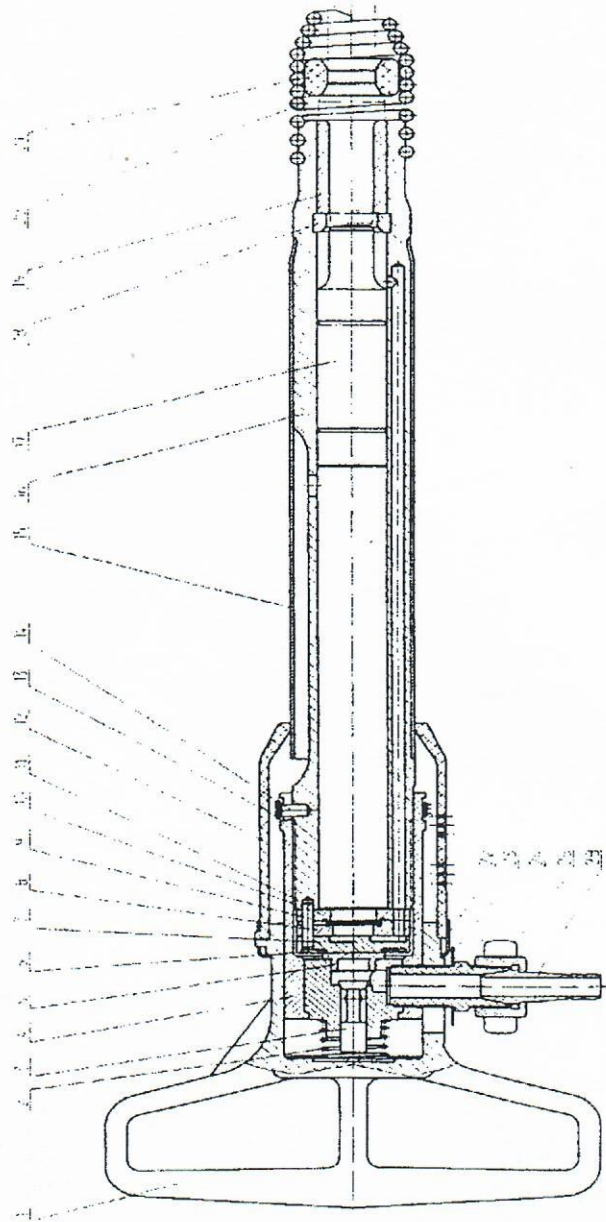

Рис. 1. Бетонолом пневматический БК-1, БК-2, БК-3
9.1. Разборку бетонолома для устранения неисправностей, профилактического осмотра производите в следующей последовательности (рис.1):